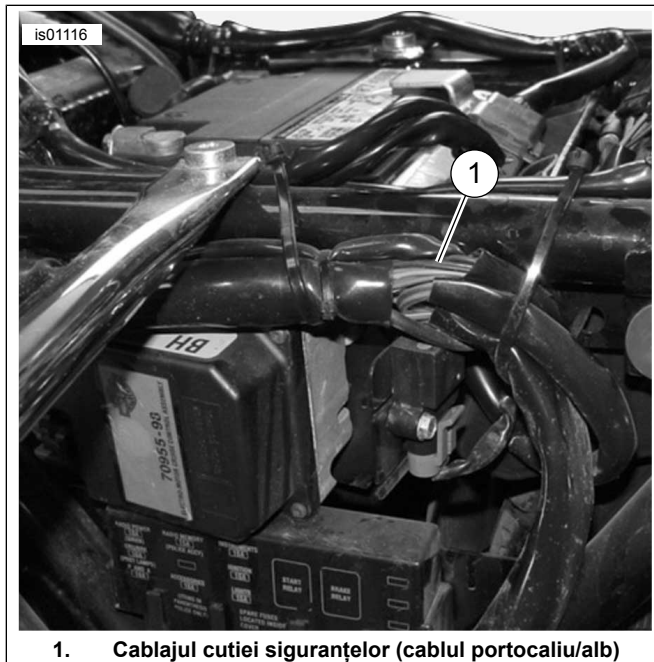

Figura 12. Cablajul cutiei siguranțelor din spatele capacului lateral stânga, modelele Touring din 2003 sau până în 2003 (afișat FLHTCUI)
1. Consultați Figura 12 . Deschideți cu atenție o parte din zona cablajului principal înfășurată în interiorul capacului lateral electric într-un punct accesibil și tăiați o bornă a cablajului principal portocaliu/alb.